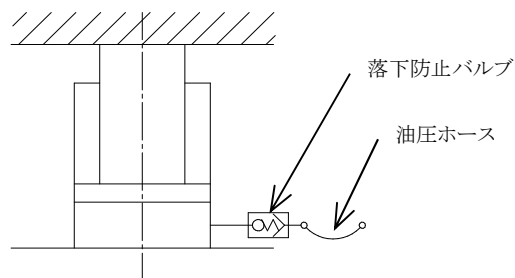

図 5-1
5. 1. 重量物昇降時に万一配管が破損しても油の流れを直ちにストップさせ、ジャッキが荷重によって急速に降下させないバルブです。(図 5-1 参照)